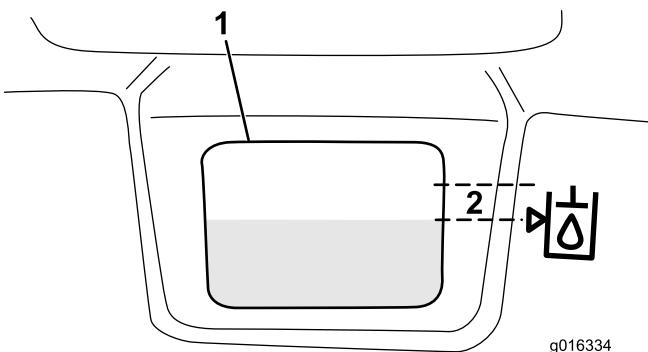

図 31
3. Slowly fill the reservoir with the appropriate 油圧オイルタンクに、適切な油圧オイルを入れる；オイルの高さが、油圧オイルタンクの前側面についている確認窓の横にある矢印から6mm以内にくるまで入れる(図31)。入れすぎないこと。